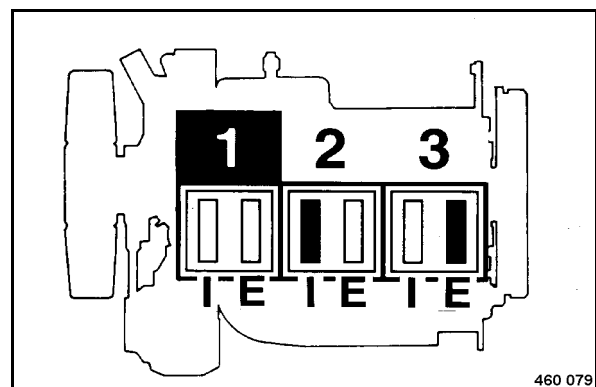

Fig. 162
Position 1 de l'arbre de vilebrequin (Fig. 162)
- Contrôler les soupapes repérées en noir (Fig. 162) aux cylindres 1, 2 et 3 et les régler si nécessaire.